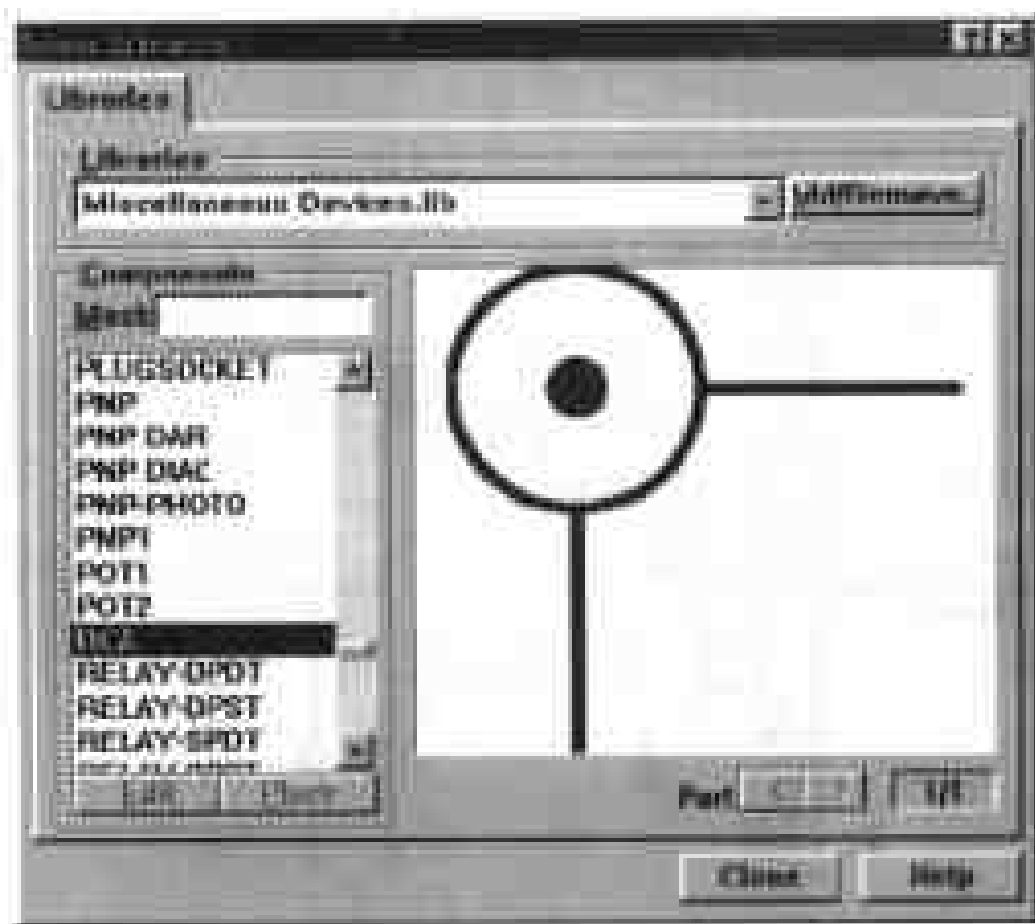

图 2-50 选择所需元件
(1) 在 Wiring Tools 工具栏中单击  按钮, 弹出如图 2-49 所示的对话框。在此对话框的 Lib Ref 选项输入框中用户可以直接指定所需要的元件, 或者单击旁边的 Browse 命令按钮, 弹出如图 2-50 所示的对话框。